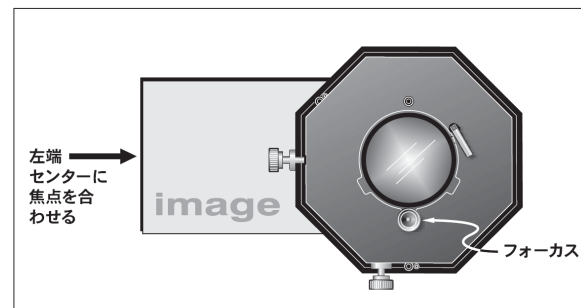

図 2.36 左端部のフォーカス調整
2. 画像の一番左端の中央部でフォーカスを調整します(図 2.36)。可能であれば、画像分析を簡単にするため画像サイズを小さくします。